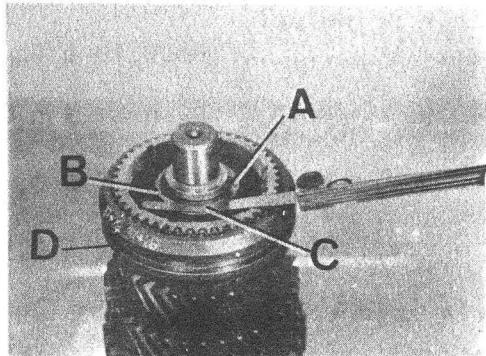

Fig. C1-134 Montaje conjunto eje principal
- 3.12. Montar sobre el eje principal, el conjunto sincronizador de 3a y 4a velocidad, D (Fig. C1-134), posicionándolo con el cuello más largo del cuerpo interior del sincronizado, hacia el engranaje de 3a velocidad.
- 3.13. Montar la arandela de ajuste, B (Fig. C1-134) y el anillo elástico, A, que mantiene unido todo el conjunto de engranajes del eje principal.
• Provistos de un juego de galgas, C (Fig. C1-134) medir el juego axial del conjunto eje principal, el cual debe estar comprendido de 0,10 á 0,15 mm. De no ser así, habrá que cambiar la arandela de ajuste, B, por otra de espesor adecuado.